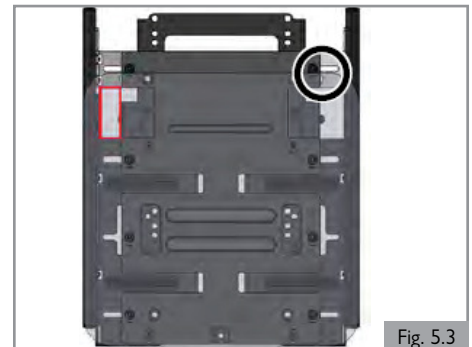

Fig. 5.3
3. Pour les profondeurs d'assise de 19 - 22 pouces, prévoyez une plaque de montage d'une plus grande profondeur afin d'obtenir une stabilité accrue du long rail d'assise (consultez le service client Sunrise Medical pour connaître l'emplacement du centre de gravité). (Fig. 5.3)